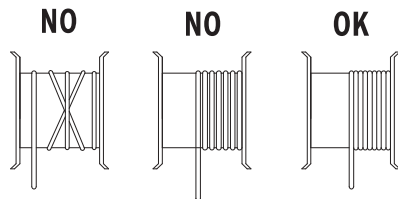

FIG.6
3. Para jalar el cable, tome el gancho elevador y jale alejándolo del polipasto a la vez que presiona la parte inferior del interruptor de potencia. **⚠ ADVERTENCIA** Siempre debe mantener tensado el cable de acero para asegurar que se enrolla correctamente, de lo contrario provocara que el cable se enrede y se dañe. Nota: Cuando el cable es operado sin carga es suficiente con tensar el cable con la mano (FIG.6).